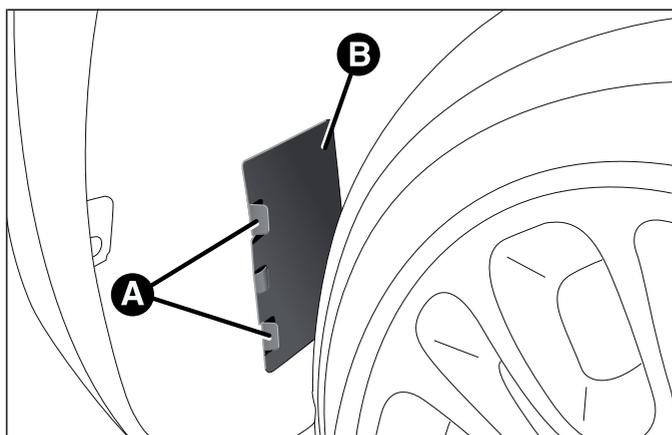

fig. 133
- agir sur les languettes A et enlever le volet B fig. 133 ;